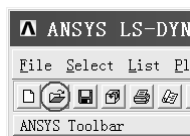

图 5-40 “OPEN ANSYS File”按钮
(3) 单击“14.0: ANSYS Mechanical APDL Product Launcher [Profile:***La...”窗口中“License:”方框后的倒立三角形图标,选中“ANSYS LS-DYNA”。
(4) 在“14.0: ANSYS Mechanical APDL Product Launcher [Profile:***La...”窗口中的“Working Directory:”方框内找出“D:\Ch5\solid plate and tube”目录。
(5) 在“14.0: ANSYS Mechanical APDL Product Launcher [Profile:***La...”窗口中的“Job Name:”方框内找出“D:\Ch5\solid plate and tube”目录中的“solid plate and tube.db”文件。
(6) 单击“14.0: ANSYS Mechanical APDL Product Launcher [Profile:***La...”窗口中的“Run”按钮,弹出 ANSYS LS-DYNA 操作界面。
(7) 单击 ANSYS LS-DYNA 操作界面左上角的“OPEN ANSYS File”按钮(见图 5-40),